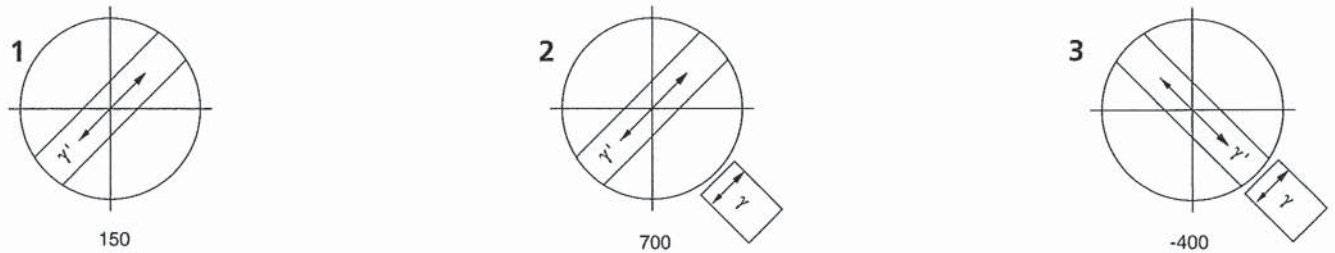
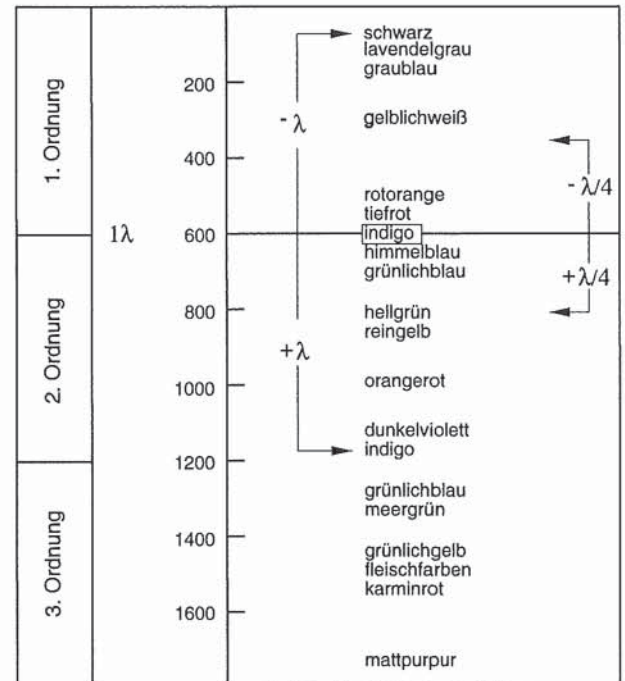

Bild 4-7 Schwingungsrichtung n_γ am Beispiel einer Kunstfaser bestimmen
Bild 4-8 Schematische Darstellung der Farbtafeln nach Michel-Lévy
- Tisch nun um ca. 45° weiterdrehen, so dass die Faserlängsachse in NO-SW-Richtung orientiert ist (Bild 4-8). Das Präparat zeigt hier die größte Helligkeit (Diagonalstellung). In dieser Position kann das Präparat eine beliebige Farbe haben.
Der größere Gangunterschied ist gegeben, wenn die Schwingungsrichtung des Präparates mit dem absolut oder relativ größten Brechungsindex (n_γ oder $n_{\gamma'}$) parallel mit der größten Schwingungsrichtung des Kompensators λ verläuft. Das Präparat erscheint dann z. B. in Grün-Blau (Bild 4-7/2).
Der kleinste Gangunterschied ist gegeben, wenn die Schwingungsrichtung des Präparates mit dem absolut oder relativ kleinsten Brechungsindex (n_α oder $n_{\alpha'}$) senkrecht zu der Schwingungsrichtung des Kompensators λ verläuft. Das Präparat erscheint dann z. B. in Gelb (Bild 4-7/3).
Die im obigen Beispiel zunächst in Hellstellung auftretende Farbe Grau-Weiß (Bild 4-7/1) entspricht gemäß der Michel-Lévy-Farbtafel (Bild 4-8) einem Gangunterschied von 150 nm.